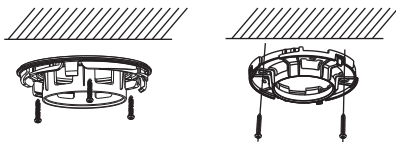

图3-5 安装底座
- 2.使用螺钉将底座按照安装贴纸固定在墙面上，如图3-5所示。